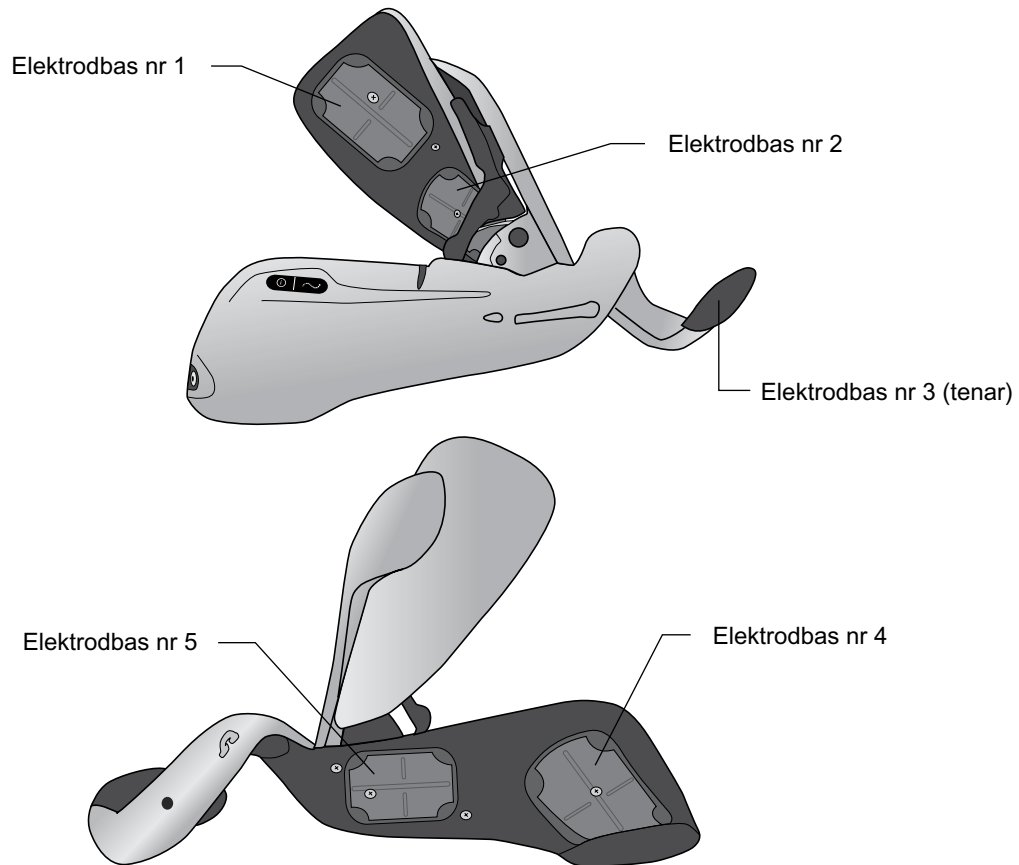

Bild 6-19: Elektrodbas nr 1–5
4. Passa varje tygelektrod till motsvarande elektrodbas. Se bild 6-19.